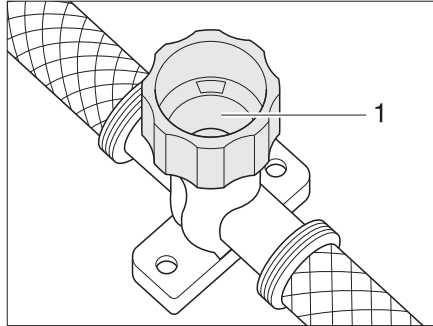

Fig. 122 Llave de desagüe para calentador Therme
- Cerrar la llave de desagüe. Para ello, girar el capuchón (Fig. 122,1) en sentido de las agujas del reloj.
- Abrir la llave de desagüe del calentador Therme. Para ello, girar el capuchón (Fig. 122,1) en sentido contrario a las agujas del reloj.